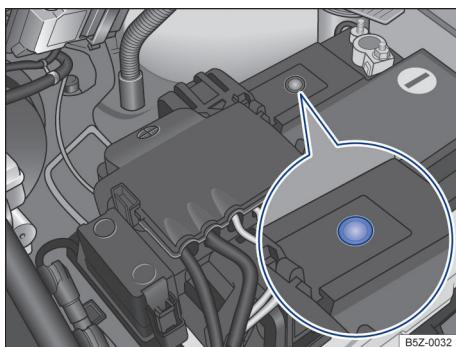

Fig. 133 No compartimento do motor: exemplo de posição do visor no lado superior da bateria do veículo. B5Z-0032
- O visor redondo → Fig. 133 na parte superior da bateria do veículo muda de cor conforme o nível do eletrólito.